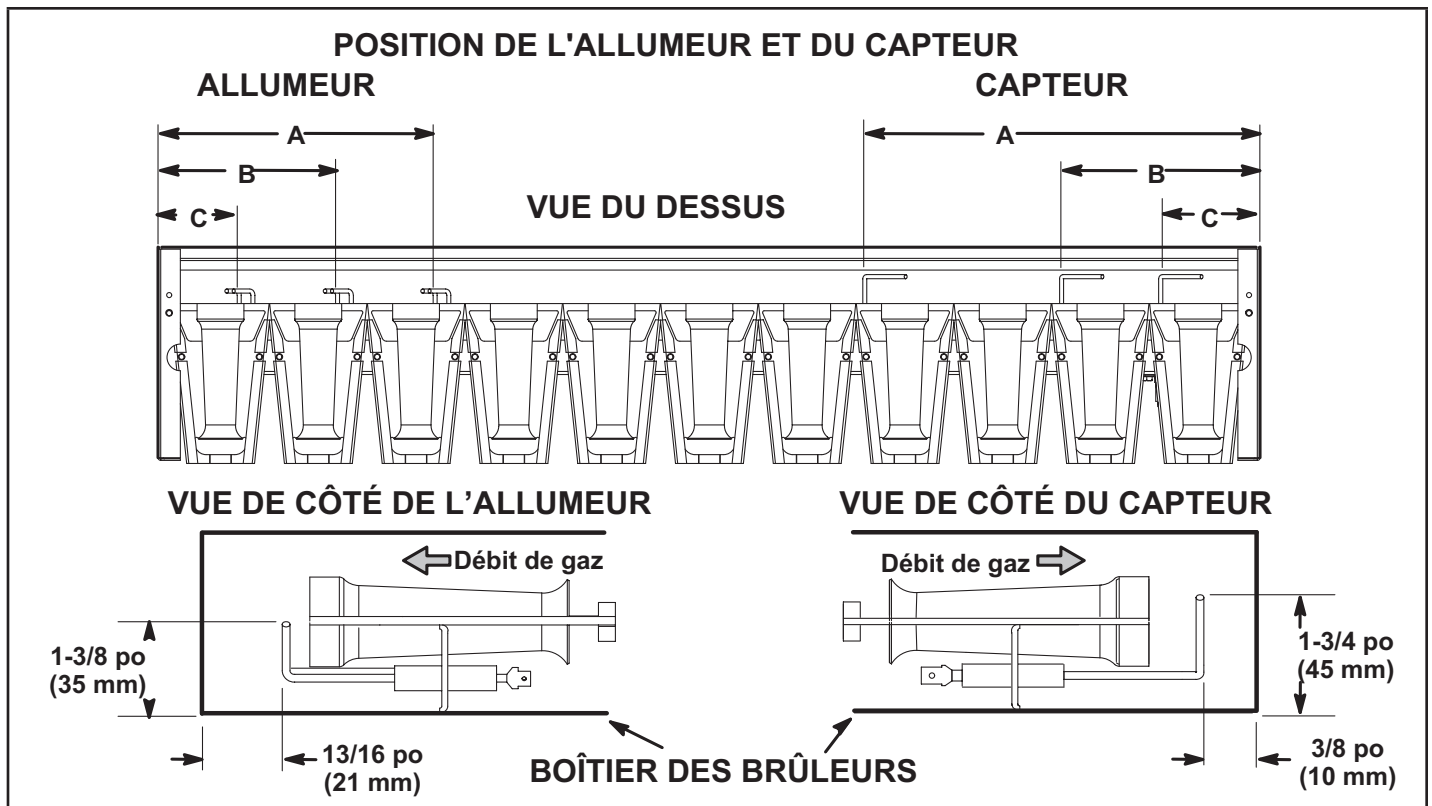

FIGURE 40
- 5 - Vérifiez l'alignement de l'allumeur et du capteur comme indiqué à la FIGURE 40 et au TABLEAU 17.